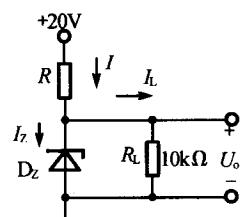

图 14.11
14.2.5 如图 14.11 所示电路中的稳压管参数为：工作电流  $5 \text{mA}$ ，稳定电压  $U_Z = 12 \text{V}$ ，额定功耗  $P_Z = 200 \text{mW}$ 。试问限流电阻  $R$  为  $1.2 \text{k}\Omega$  是否保证  $U_o$  为  $12 \text{V}$ ？
设稳压电路正常工作，电流参考方向如图 14.11 所标注。